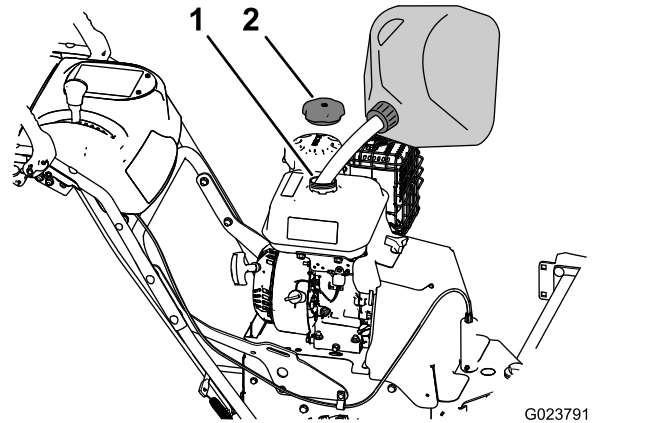

Bild 7
1. Reinigen Sie den Bereich um den Tankdeckel (Bild 7).
2. Nehmen Sie den Deckel vom Kraftstofftank ab (Bild 7).
- Schrauben Sie den Tankdeckel wieder fest auf und wischen alle Verschüttungen auf (Bild 7).